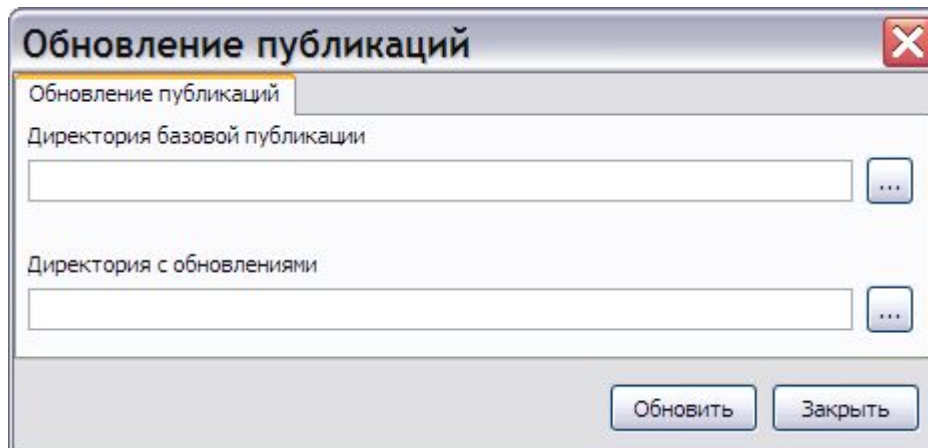

Рис. 11.46
1. Запустите файл TGUpdate.exe. После этого откроется окно **Обновление публикаций** (Рис. 11.46).